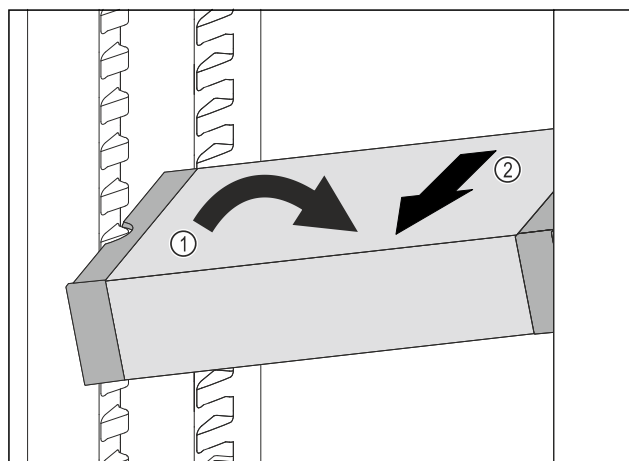

Fig. 138
- Novietojiet VarioSafe slīpi ledusskapja nodalījumā. Fig. 138 (1)
- Izņemiet VarioSafe uz priekšu. Fig. 138 (2)